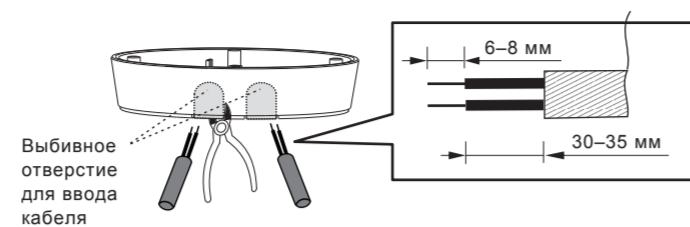

Рис. 14
4.4.3.2 Чтобы пропустить кабели питания переменного тока через боковую сторону распределительной коробки, с помощью кусачек пробейте выбивные отверстия для ввода кабеля с боковой стороны распределительной коробки, а затем вставьте кабели в распределительную коробку и пропустите через нее. Зачистите изоляцию кабеля на 6–8 мм для подключения (см. рис. 14).